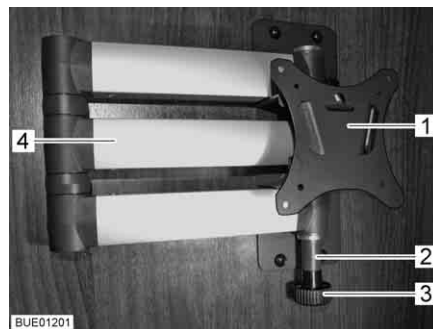

Fig. 71 Soporte con brazo articulado
- Tirar del botón de desbloqueo (Fig. 71,3). El brazo articulado (Fig. 71,4) estará desbloqueado.
- Girar la pantalla plana de regreso a la posición inicial hasta que el soporte (Fig. 71,1) engatille en el bloqueo (Fig. 71,2).